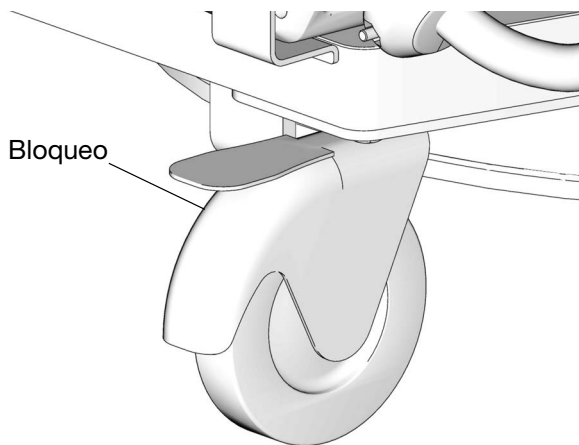

FIG. 36
8. Bloquee las ruedecillas giratorias para mantener el carro en su lugar mientras funciona (FIG. 36).